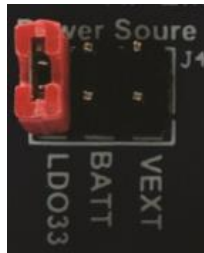
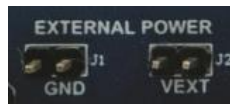

图 7、电源选择
图 9、外部电源接点
6. 系统电源选择，如图 7，跳线(Jumper)于左侧 LDO33 处，表示电源由 USB 口输入；跳线于中间 BATT 处，代表电源使用电池座(板背：两颗 1.5V AA 电池)；跳线于右侧 VEXT 处，则是使用外部电源接点(如图 9)供电，注意若是使用外部电源接点输入电压，电压不得超 3.6V。